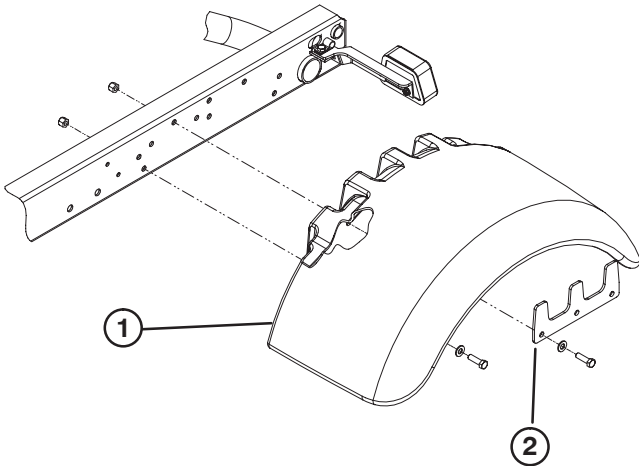

Figure 2
4. Montez sans serrer une aile de chaque côté du châssis au moyen d'un support, de (5) vis de 3/8-16 x 1,25 pouces, de rondelles de 0,406 pouce de D.I. et de (4) contre-écrous, comme illustré à la Figure 2. Un écrou à souder maintient chaque vis de montage arrière.